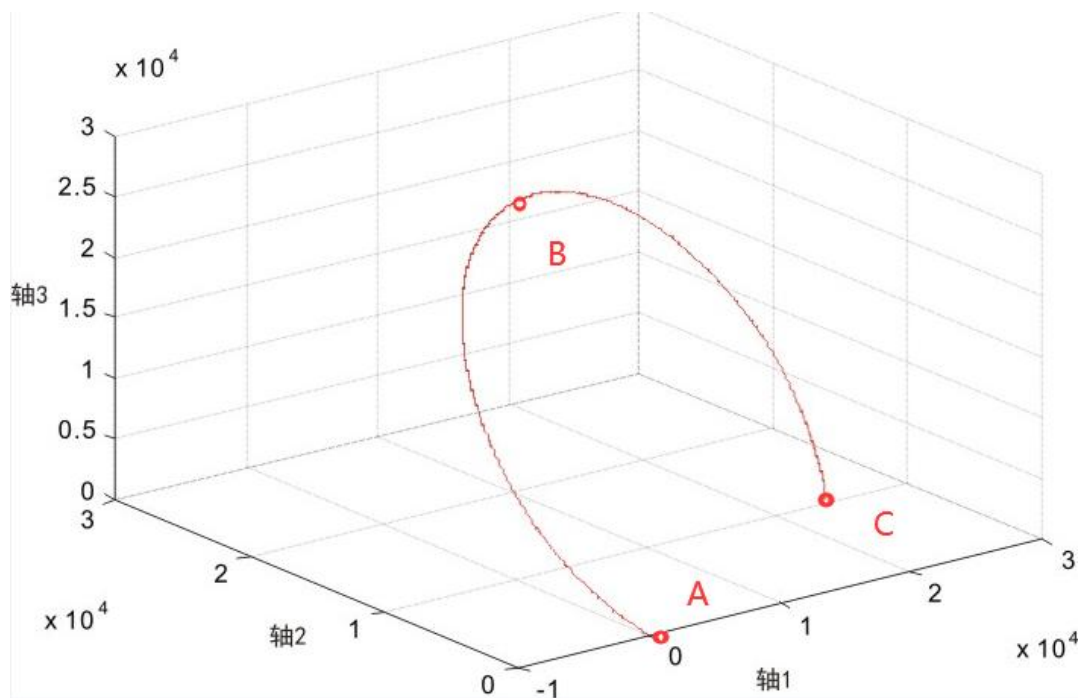

图 8.6 绝对位置模式空间三轴圆弧插补轨迹
- “Circle_Mode”参数用来设置三轴圆弧的圆弧模式, 默认模式为三点圆弧, 对应参数值为 0, 且仅支持这种圆弧模式, 圆弧轨迹如图 8.6 所示, A 点为轴 0、1、2 的当前位置; B 点为圆弧经过的点, C 点为圆弧的终点。